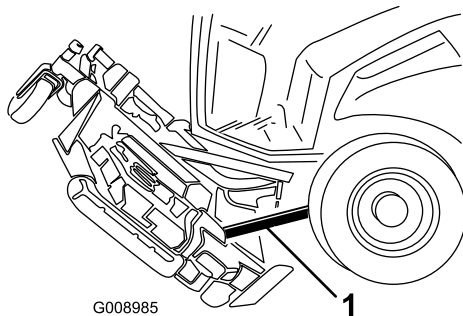

Figure 93
- Placez une cale de 2 x 4 entre l'arrière du plateau et la machine (Figure 93).